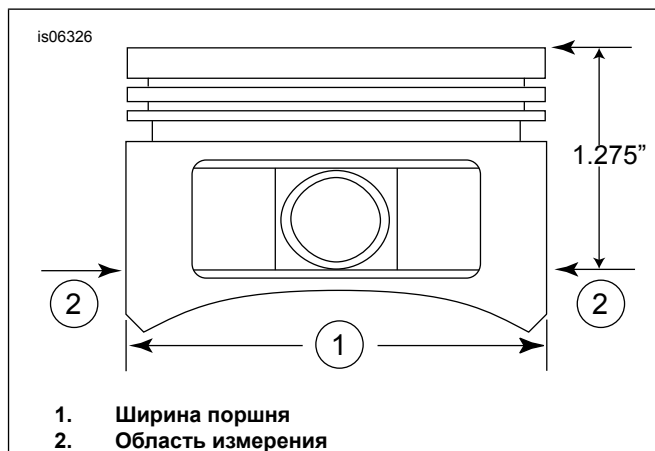

Рисунок 2. Размеры для поршня
- См. Рисунок 2. Измерьте ширину поршня (1) на 90 градусов по горизонтали с обеих сторон отверстия штифта поршня и на 1,275 дюймов по поверхности пластины (верхней) поршня (2). См. Таблица 5 — посадка поршня на цилиндр в этой точке.